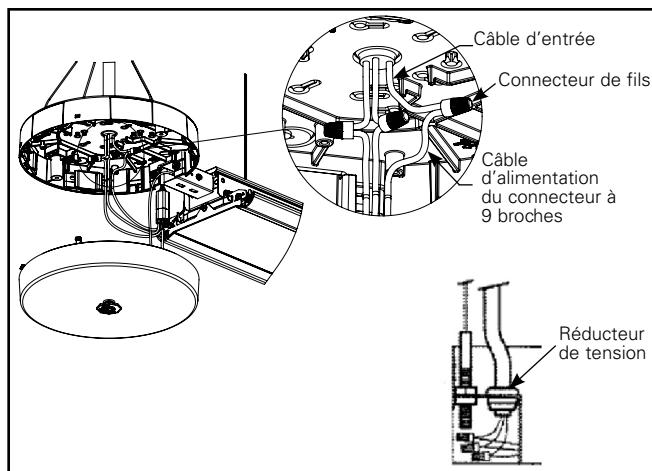

Figure 9.
- À l'aide des connecteurs de fils approuvés, connectez les fils d'alimentation et de gradation, le câble du détecteur au bloc-piles et (ou) le câble de l'interrupteur d'essai en cas d'urgence (figure 9). Fixez les fils d'alimentation électrique avec le réducteur de tension. Confirmez que toutes les connexions de câblage sont correctes.